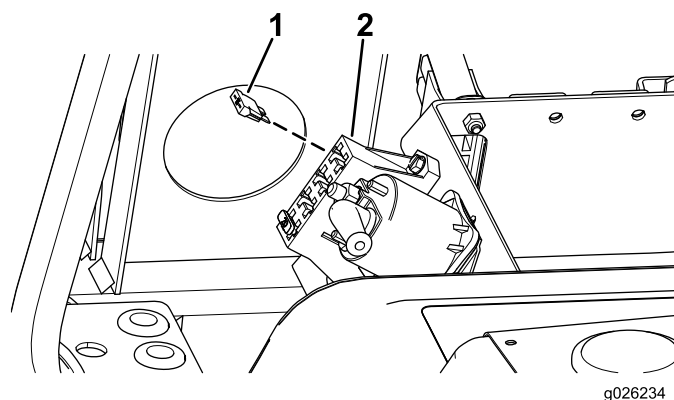

Figure 7
3. Branchez le fusible de 15 A dans l'emplacement supérieur du porte-fusibles (Figure 7).